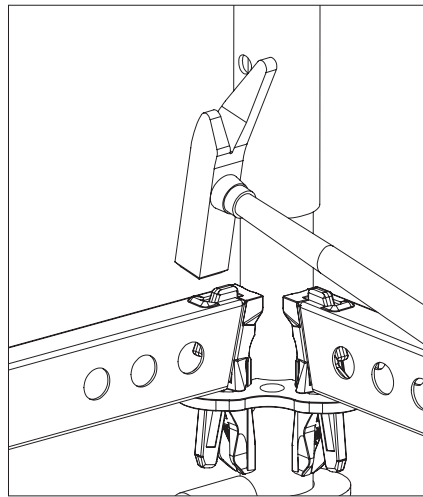

Fig. A3.04c
3. Battere i cunei con martello da 500 g fino in fondo. (Fig. A3.04c)